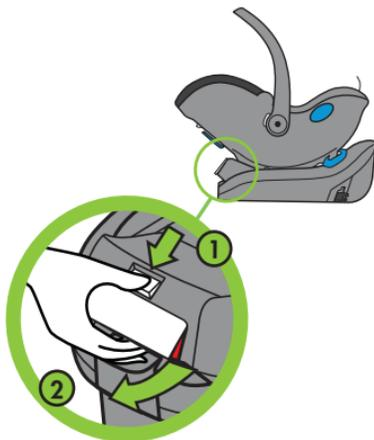

Figure 27
Avec votre pouce, appuyez et maintenez enfoncé la languette de verrouillage du porte-bébé (1). En maintenant la languette de verrouillage du porte-bébé enfoncée, tirez et maintenez la poignée de déverrouillage en position ouverte (2), comme illustré à la **Figure 27**.